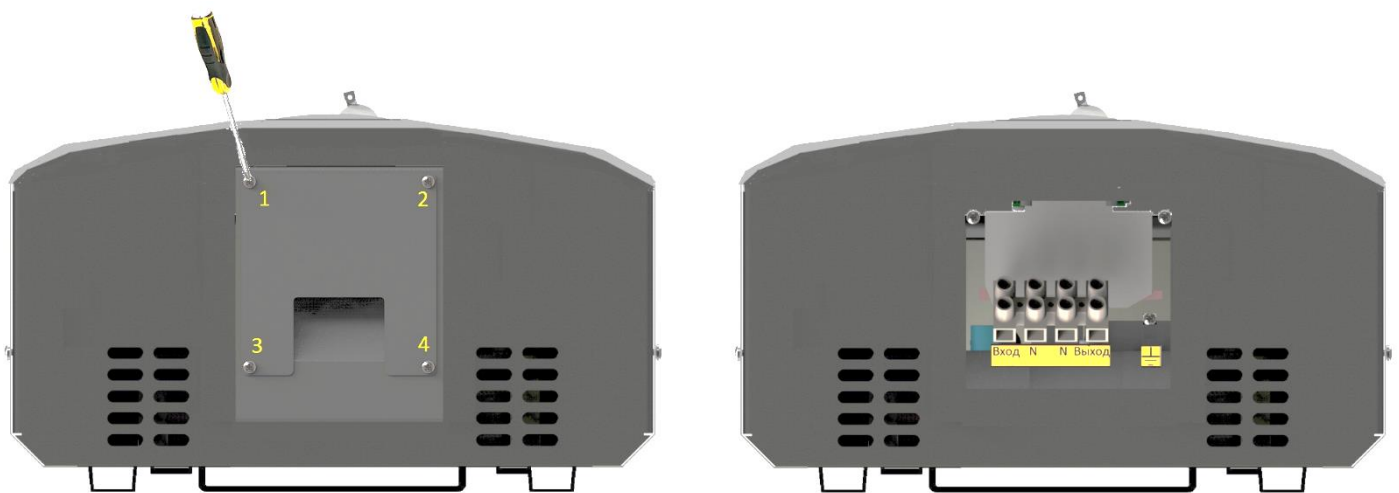

Рисунок 13. Схема зняття захисної кришки знизу корпусу стабілізатора
2. За допомогою викрутки відкрити 4 гвинти захисної кришки з нижньої частини стабілізатора для доступу до клемної колодці (див . рисунок 13).